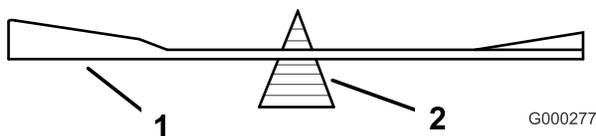

Figura 57
2. Controllate il bilanciamento della lama posizionandola su un bilanciatore (Figura 57). Se la lama rimane in posizione orizzontale, è bilanciata e può essere utilizzata. Se la lama non è bilanciata, limate del metallo soltanto dalla costa (Figura 57). Ripetete la procedura finché la lama non è perfettamente bilanciata.